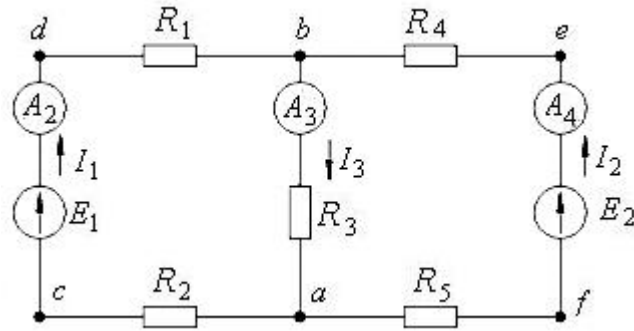
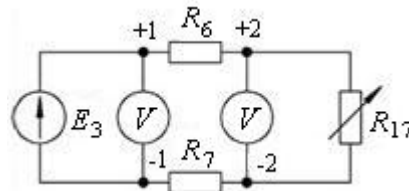

Рисунок 3.1 – Схема для экспериментального исследования метода активного двухполюсника
Рисунок 3.2 – Схема для исследования линии электропередач
3.1.2 Изобразить схему для проведения экспериментов (рисунок 3.1), привести основные расчетные формулы для аналитического определения в ней тока I_2 методом эквивалентного генератора и методом эквивалентного источника тока и изобразить расчетные схемы для обоих случаев, считая выделенной ветвью ветвь *afeb* экспериментальной схемы.
3.1.3 Составить самостоятельно схемы для экспериментального определения напряжения U_{xhav} холостого хода и тока короткого замыкания I_{kav} активного двухполюсника (см. рисунок 3.1).
Работа выполняется на универсальном лабораторном стенде (УЛС). Для экспериментальной оценки метода активного двухполюсника используется та же схема УЛСа, что и в лабораторной работе № 2 (см. рисунок 3.1). Для исследования условий передачи энергии от активного двухполюсника нагрузке на УЛСе используется последовательная цепь, состоящая из источника питания E_3 , линии электропередач $R_l = R_6 + R_7$ и сопротивления нагрузки (рисунок 3.2). В состав активного двухполюсника здесь следует включить источник E_3 и линию R_l , т. е. 2–2 – это выходные зажимы активного двухполюсника, к которым подключен пассивный двухполюсник, являющийся нагрузкой. В качестве нагрузки используется набор сопротивлений R_{17} .
3.3.1 Экспериментально исследовать эффективность применения метода активного двухполюсника для анализа состояния электрической цепи на примере схемы (см. рисунок 3.1), считая выделенной ветвь $afeb$ с током I_2 или любую из ветвей схемы по указанию преподавателя.
3.3.1.1 Измерить токи и ЭДС в схеме (см. рисунок 3.1). Для измерения ЭДС предварительно разорвать цепь в точках c и f .
3.3.2 Исследовать условия передачи энергии от активного двухполюсника нагрузке по схеме (см. рисунок 3.2). Для этого изменяя сопротивление нагрузки R_{17} от бесконечности (х. х) до нуля (к. з), измерить ток I , напряжение U_1 на входе линии и напряжение U_2 на зажимах нагрузки (нужны 5–6 точек). Результаты занести в таблицу 3.2.
3.3.6 Построить модель схемы (см. рисунок 3.1) в *Multisim*. Сравнить результаты моделирования и измерения электротехнических величин.
- 6 Привести методику расчета тока I_3 в схеме (см. рисунок 3.1) методом эквивалентного генератора.